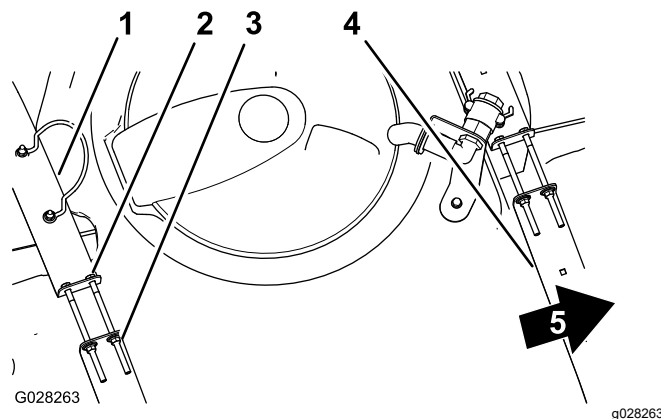

Figura 74
2. Compruebe si hay holgura entre los flejes y el depósito (Figura 74).
3. Si los flejes tienen holgura, apriete las contratuercas con arandela prensada y los pernos del extremo superior de los flejes hasta que los flejes queden apretados contra la superficie del depósito (Figura 74).